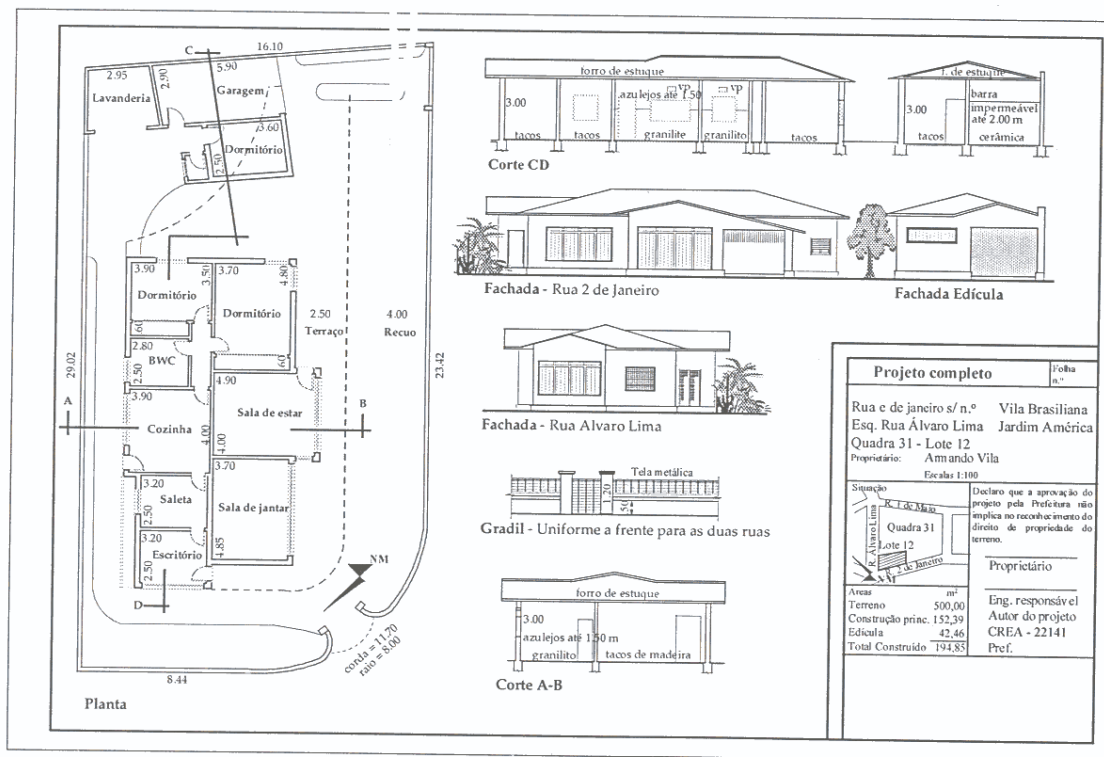

Figura 12. Plantas e corte de uma edificação.
- **Planta** - definida como a projeção horizontal da seção reta passando em determinada cota. Pode ser de quatro tipos (ver Figura 12):
- **Cortes** – são projeções verticais dos cortes feitos num edifício por planos secantes igualmente verticais, de modo a representar as partes internas mais importantes. São usados, no mínimo, dois cortes, um longitudinal e um transversal. O primeiro corresponde ao sentido de maior comprimento do edifício e o segundo tem a direção perpendicular ao primeiro (ver Figura 12). Esses cortes são indicados nas plantas por meio de retas e por